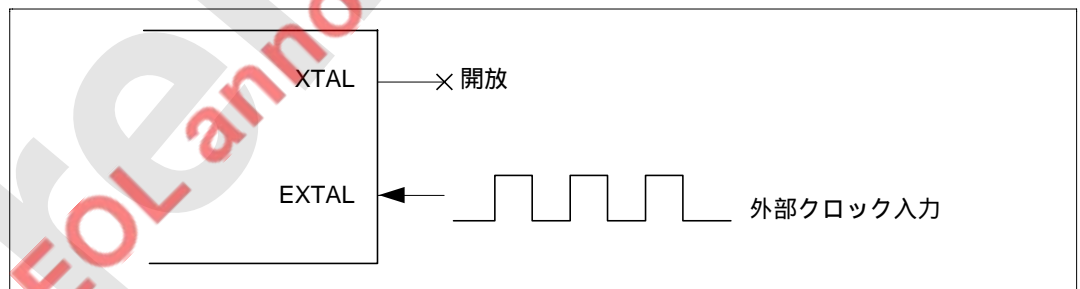

図 4.4 外部クロックの入力方法
外部クロックはEXTAL 端子に入力し、XTAL 端子は開放してください(図 4.4)。外部クロックはシステムクロック (CK) と同じ周波数にしてください。